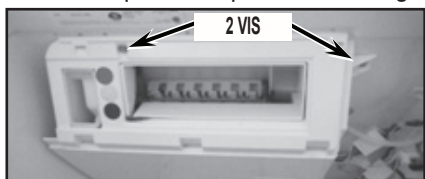

FIGURE 10
13. Identifier les deux vis ¼ po fixant la boîte à glace; ôter les vis avec un tourne-écrou de ¼ po. Faire glisser la boîte à glace vers l'avant pour la déposer. Voir la *Figure 10*.